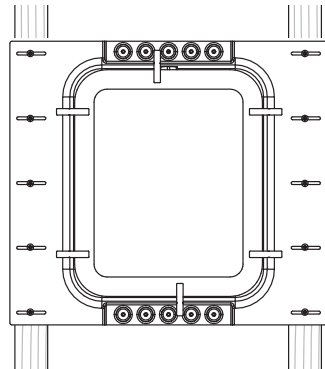

图 1 在托梁之间安装后盖
2. 小心地将后盖移至天花板托梁之间的选定位置, 然后将其提起至所需的高度, 以留出足够的空间让扬声器导线进入电缆固定头 (图 1)。